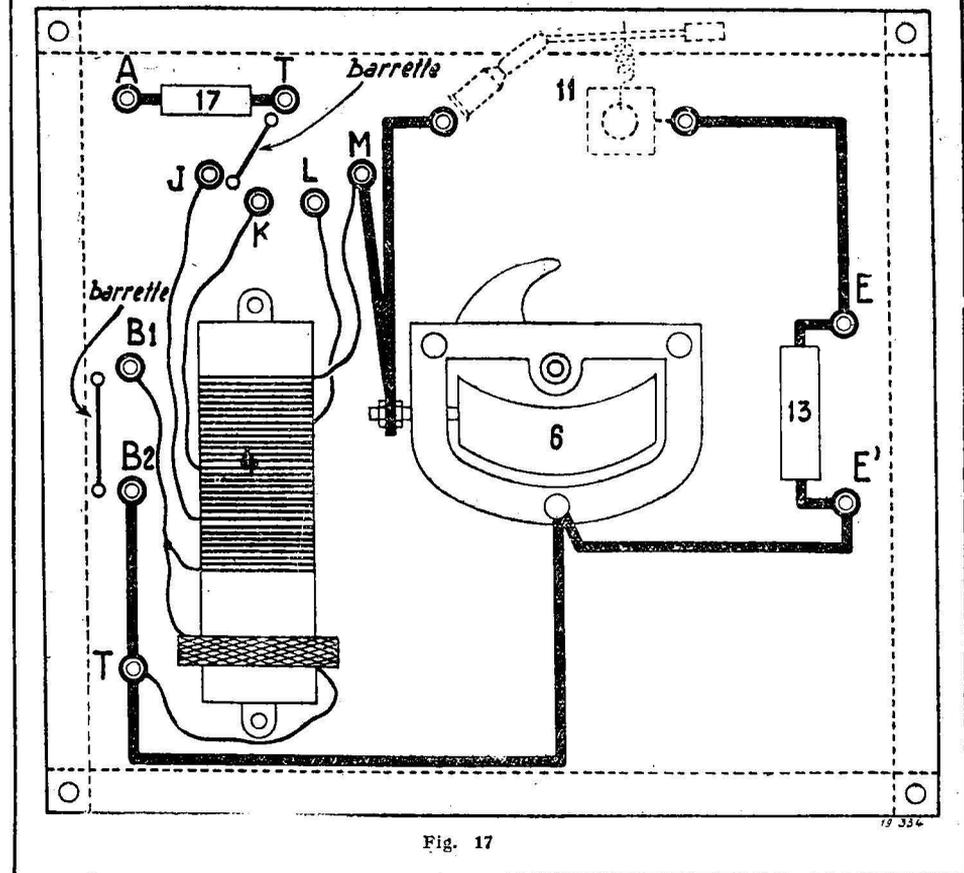

Fig. 17
e) **Montage définitif.** — On l'effectuera suivant le plan de câblage figure 17. La planche de montage sera percée tout d'abord de telle façon que toutes les pièces puissent se monter aisément, être disposées à peu près comme dans la figure 17, être le plus près les unes des autres et ne pas se toucher.